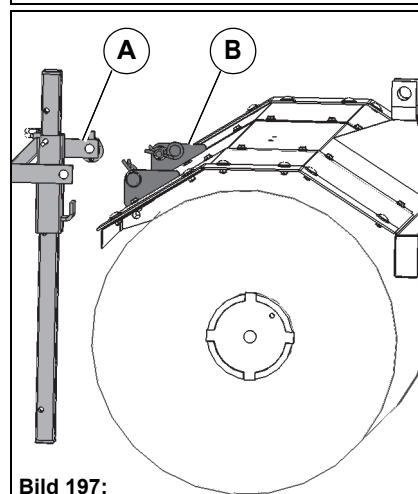

Bild 197:
1. Skjut in stödfoten **Bild 197-A** (tillval) i den främre hållaren **Bild 197-B**.